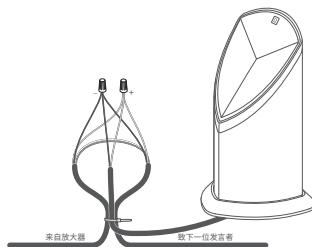

图 6
- 剪切左扬声器或右扬声器的两根正确定线(参见下表),剥去埋地线裸露端 3/4 英寸的绝缘层,然后从相应扬声器尾纤的端部剥去 3/4 英寸的绝缘层(见图 6)。
- 制作一个大约 10 英寸的环路,使用扎带将线环和扬声器尾纤固定到位,以消除应力,如图 6 所示。